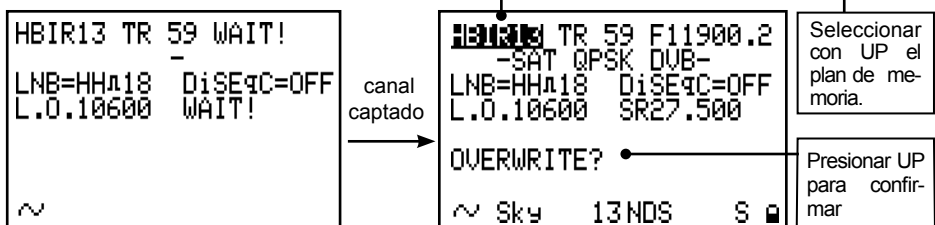

Fig. 14.1 Comienzo en automático de búsqueda de los parámetros del transponder.
1. En el momento que el transpondedor sea sincronizado, el instrumento propondrá al usuario la posibilidad de guardar el transpondedor en el plan activo de la memoria. (Ref. Fig 14.1).